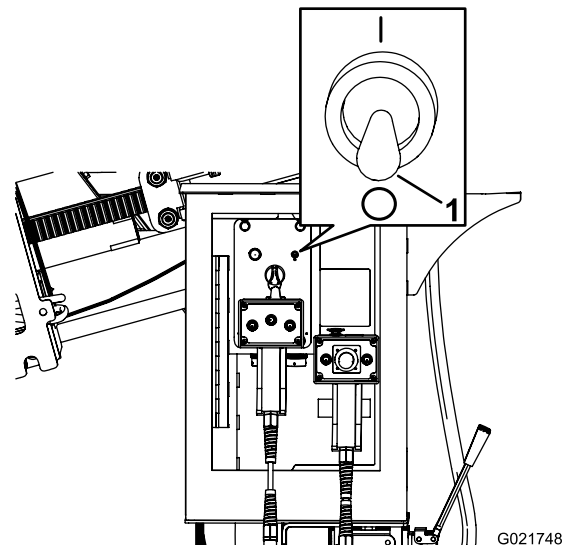

Figura 155
2. Asegúrese de que el interruptor de la manguera de pulverización está en la posición de Apagado (Figura 155).